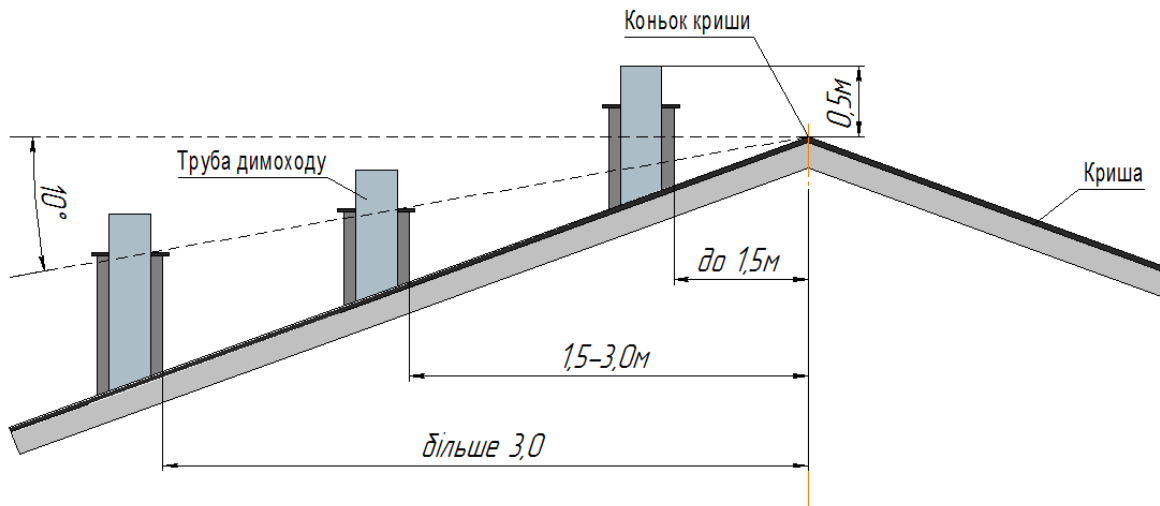
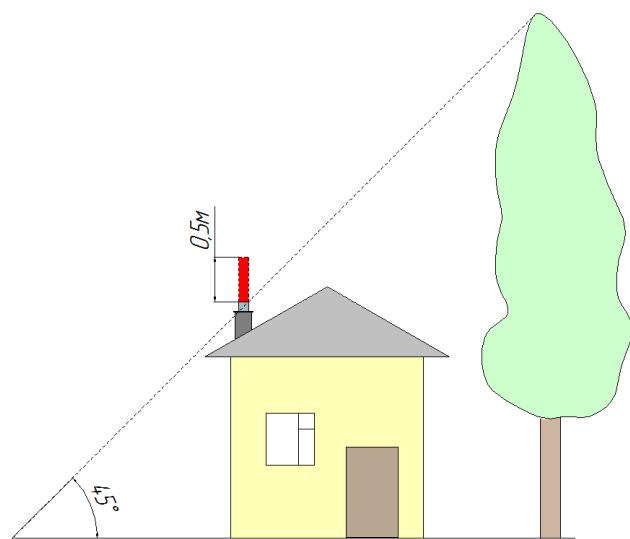

Рис.8 Рекомендована схема розміщення димової труби над гребеня даху.
Рис.9 Збільшення димоходу при наявності біля будівлі зони вітрового підпору.
7.6.3. Димохід повинен забезпечувати вихід димових газів з котла, не створюючи при цьому додаткових опорів (див. Рис.8 та Рис.9).